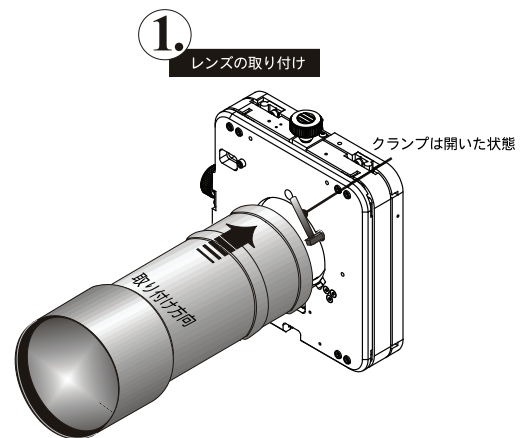

図 2-7 レンズ クランプを開いてレンズを挿入
2. レンズ クランプを OPEN 側にします。図 2-7を参照してください。